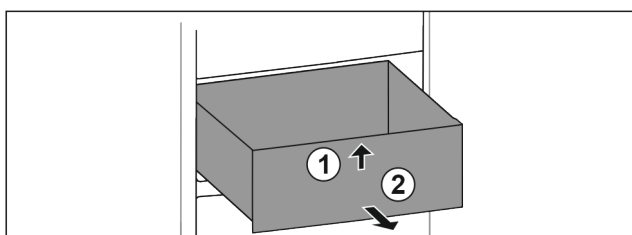

Fig. 118
- ▶ Sollevare il cassetto dal davanti. Fig. 118 (1)
- ▶ Rimuovere il cassetto tirandolo in avanti. Fig. 118 (2)